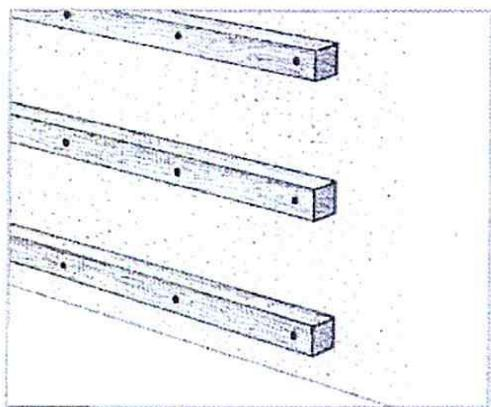

Рис.5
3.4.3 Для обеспечения нормальной вентиляции внутреннего пространства между стеной помещения и ламинированной панелью, а также для увеличения теплоизоляции помещения, для предотвращения возможной деформации собранной конструкции под механическим воздействием и (или) под влиянием резких перепадов температур, минимальная толщина брусков должна быть 20 мм. Крепление брусков обрешетки сечением 40x20 мм производится к стене вдоль горизонтальных линий разметки с помощью универсальных саморезов 4x50 мм, как показано на рис.5. При этом в стене помещения перфоратором сверлятся отверстия (прямо сквозь брусок) под дюбель  $d=6\times 30$  мм. Шаг крепления определяется по месту и зависит от плоскости стены и отклонений формы бруска.